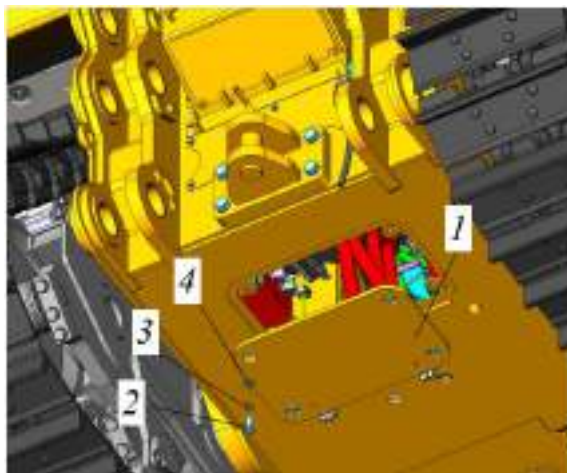

Рисунок 5.149. Крышка брони
Ключом  на 24 выкрутить по периметру болты 2 с шайбами 3 и 4 и опустить крышку по направлению вниз и в сторону, см. рис. 5.149.
- ▶ Закрепить крышку брони 1, используя болты 2 с шайбами 3 и 4. Крепежное соединение затянуть моментом 156-215 Н*м, рис. 5.149.